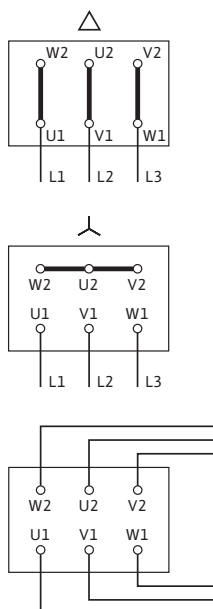

Fig. 8: Alimentation réseau
- L'alimentation réseau de la plaque à bornes dépend de la puissance du moteur P_2 , de la tension d'alimentation et du démarrage. Pour le couplage nécessaire des ponts de liaison dans la boîte à bornes, se reporter au tableau suivant et à la fig. 8.